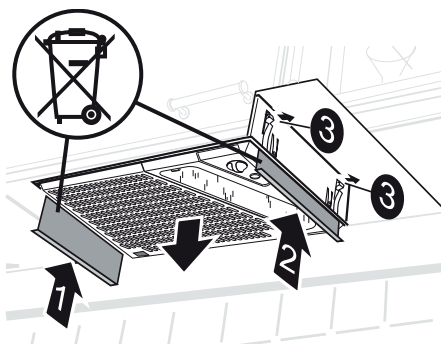

Fig. 23
Pressen die Demontageplatten (1 und 2) nach oben zwischen Dunstabzugsgebläse und Aufhängerahmen, um die Federn (3) freizugeben. Ziehen Sie das Dunstabzugsgebläse vom Aufhängerahmen herunter, Fig. 23.